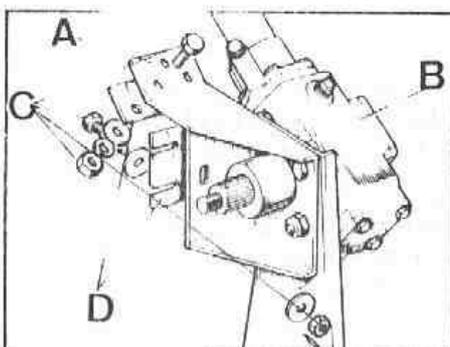
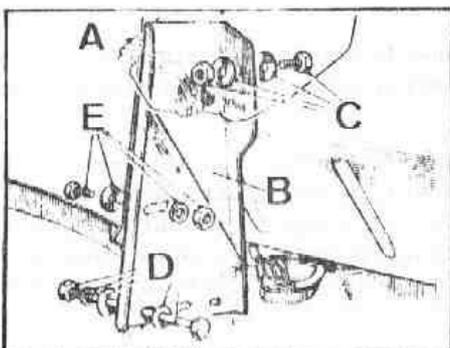

Fig. G-28 Soporte de la caja de dirección
Fig. G-29 Soporte de apoyo
1.10. Soltar los elementos de fijación del soporte de la caja de dirección (Fig. G-28) y el soporte de apoyo, B (Fig. G-29)
- 2.2. Situar el conjunto de la caja de dirección y soportes, en su posición normal de trabajo, sobre el vehículo. Fijar el soporte de apoyo, B (Fig. G-29) al chasis, aleta y salpicadero, sin apretar por completo los tornillos en esta fase.
- 2.3. Sujetar el soporte, A (Fig. G-28) al salpicadero, sin apretar por completo los tornillos.
- 2.5. Apretar los tornillos de los soportes con una tensión de 2 mkg (Fig. G-28 y G-29).